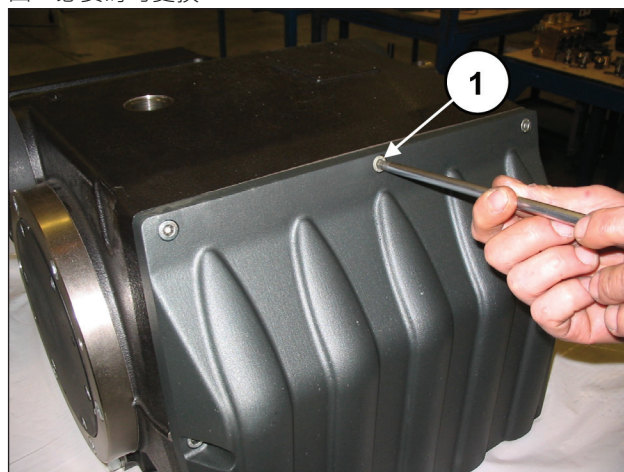

图 10
拧松泵壳盖固定螺栓 (①·图 10) 并将之拆除。取出O形圈，必要时可更换。